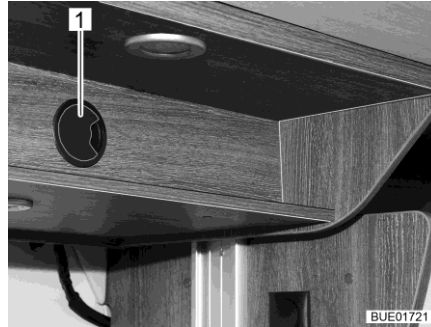

Fig. 150 Accès à l'entraînement (derrière l'ouverture d'accès dans le cache)
- S'il y en a un, retirer le couvercle de l'ouverture d'accès (Fig. 150,1).